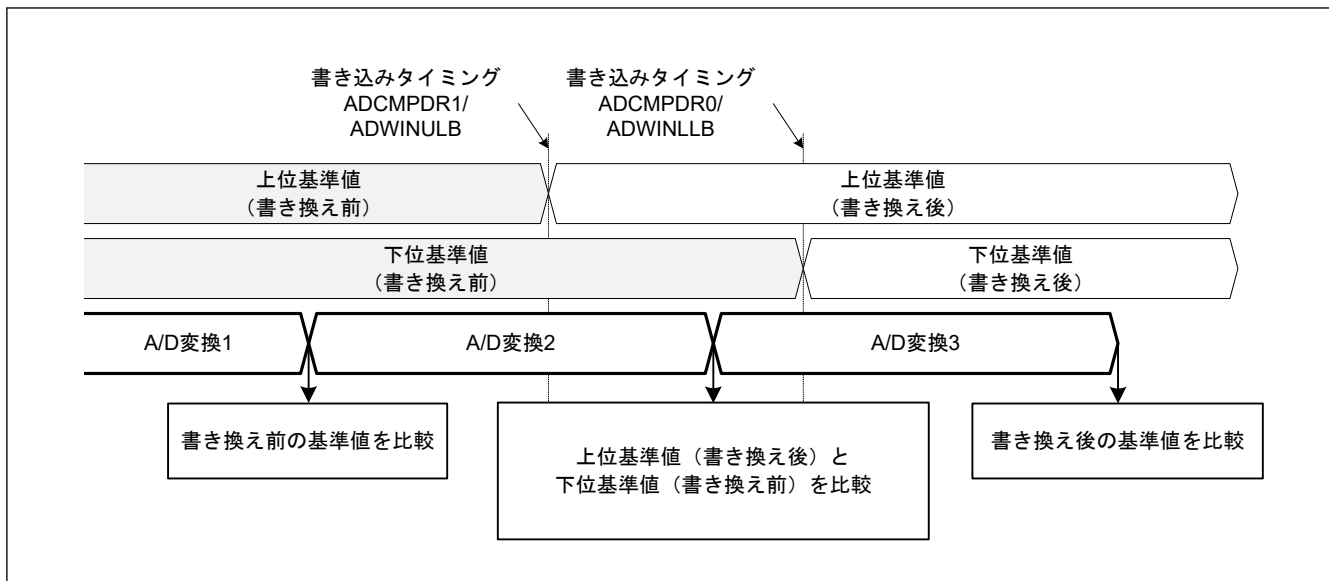

図 28.5 書き換え前後の上側基準値と下側基準値の比較
- 注 1. 下側基準および上側基準は、それぞれのレジスタが書き込まれる時に変更されます。たとえば上側基準値が変更され、下側基準値が変更中の場合、本 MCU は上側基準値 (変更後) と下側基準値 (変更前) を A/D 変換結果と比較します。図 28.5 を参照してください。2 つの基準値の書き換え時に比較エラーとなった場合、ADCSR.ADST および関連するコンペアウィンドウ動作許可ビット (ADCMPCR.CMPAE または ADCMPCR.CMPBE) がどちらも 0 のときに、それらの基準値を書き換えてください。